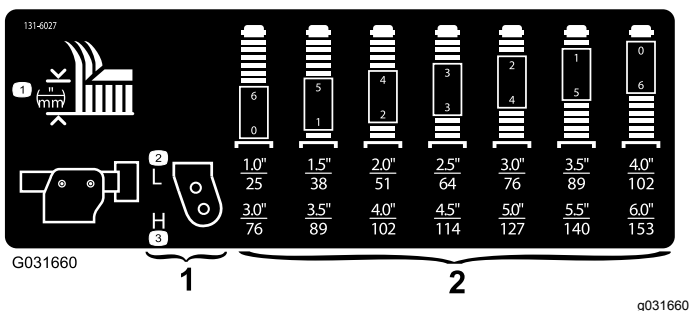

Figure 16
3. Placez les essieux des roues pivotantes dans les mêmes trous sur toutes les chapes ; voir le tableau (Figure 16) pour déterminer les trous corrects pour le réglage.
**Remarque:** Pour déterminer les combinaisons d'entretoises requises pour les différentes hauteurs de coupe, reportez-vous au tableau (Figure 16).